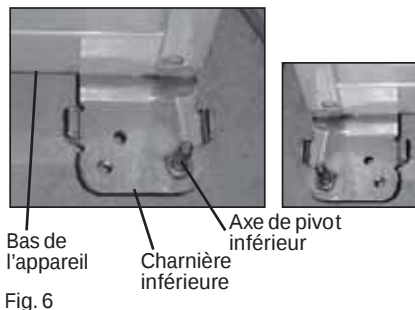
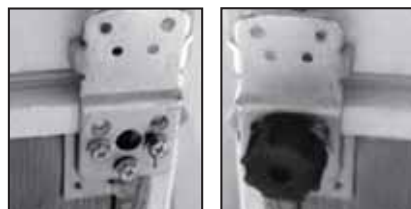

Fig. 6
Fig. 7
1. Ôter l'axe de la charnière inférieure en tournant dans le sens inverse des aiguilles d'une montre. Placer l'axe du côté opposé et serrer (voir Fig. 6 et Fig. 7).
4. Desserrer les vis qui fixent la charnière et enlever (voir Fig. 7).